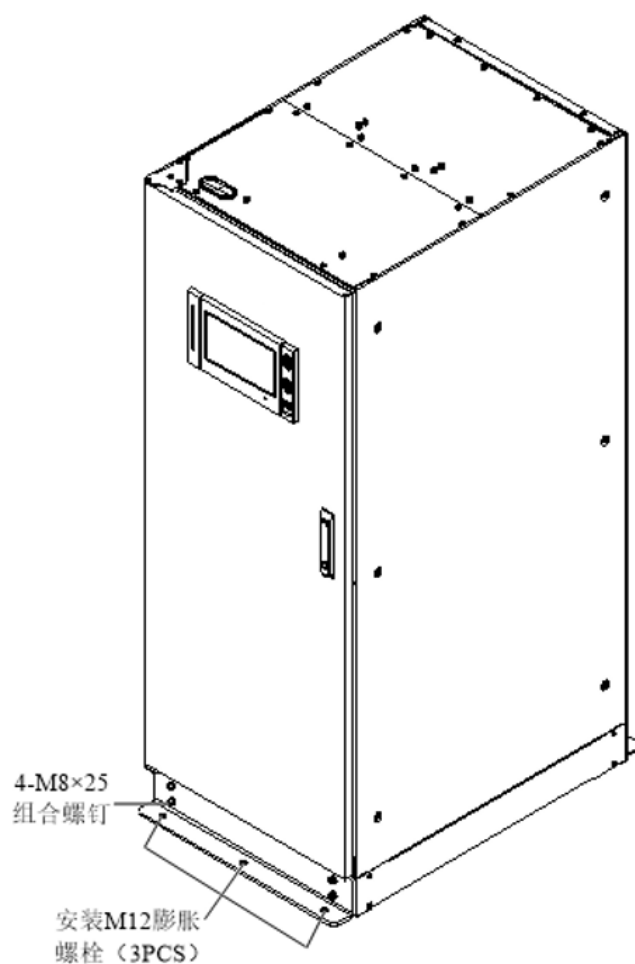

图8-6 地震选件安装示意图 (正面安装)
3. 用 4 个 M8×25 组合螺钉将地震选件安装在机柜正面底部的相应安装孔中，然后用 3 个 M12 膨胀螺栓将地震选件固定在地板上，如图 8-6 所示。